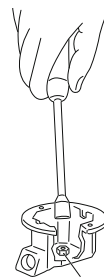

Fig.7: sostituzione degli ugelli
2. Con una chiave a tubo da 7 mm svitare gli ugelli dei bruciatori [Fig.7].